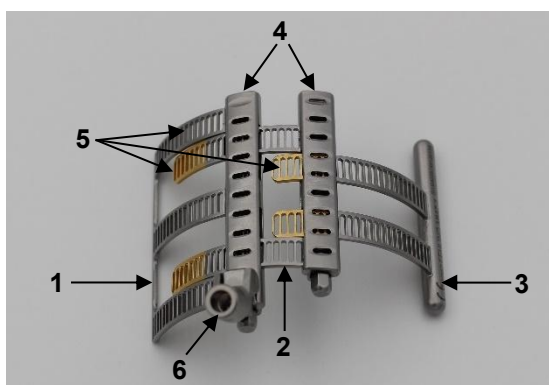

fig. 1a: Treede Maxposition-blad
Storleksjusterbart Treede Maxposition-blad (fig. 1a) består av tre element av olika storlek: Baselement (1), primärelement (2) och sekundärelement (3) (fig. 1b). Ett element består av en boxmodul (4) och fackblad (5) (fig. 1a).